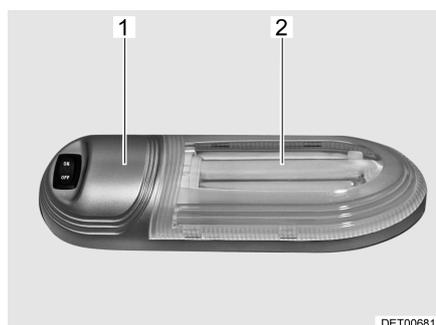

Fig. 109 Eclairage du garage
- Pousser le couvercle transparent (Fig. 109,2) (légère résistance d'enclenchement) vers la droite et le retirer.
- Tirer le tube fluorescent compact du boîtier (Fig. 109,1) vers la droite et l'extraire.